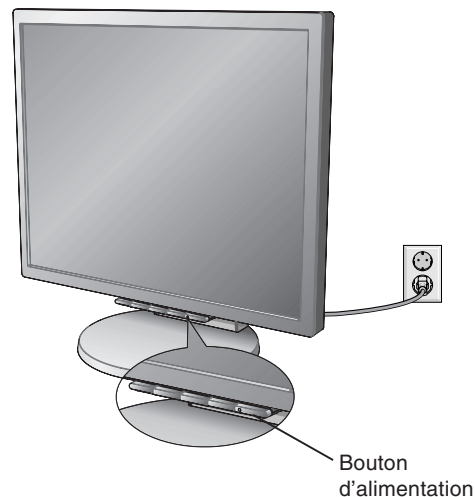

Figure E.1
10. Connectez le cordon d'alimentation à la prise de courant (**Figure E.1**).
11. Allumez le moniteur avec le bouton d'alimentation situé à l'avant ainsi que l'ordinateur (**Figure E.1**).